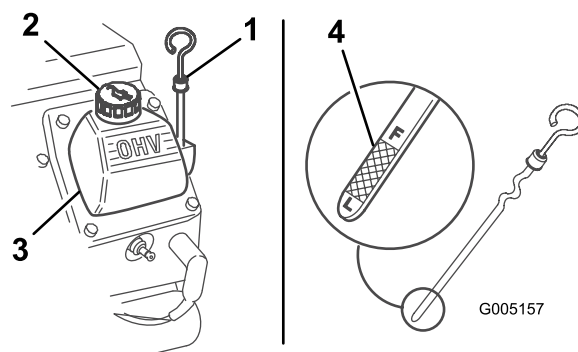

Figura 9
6. Retire la varilla y observe el extremo. El aceite debe llegar al límite superior (Figura 9).